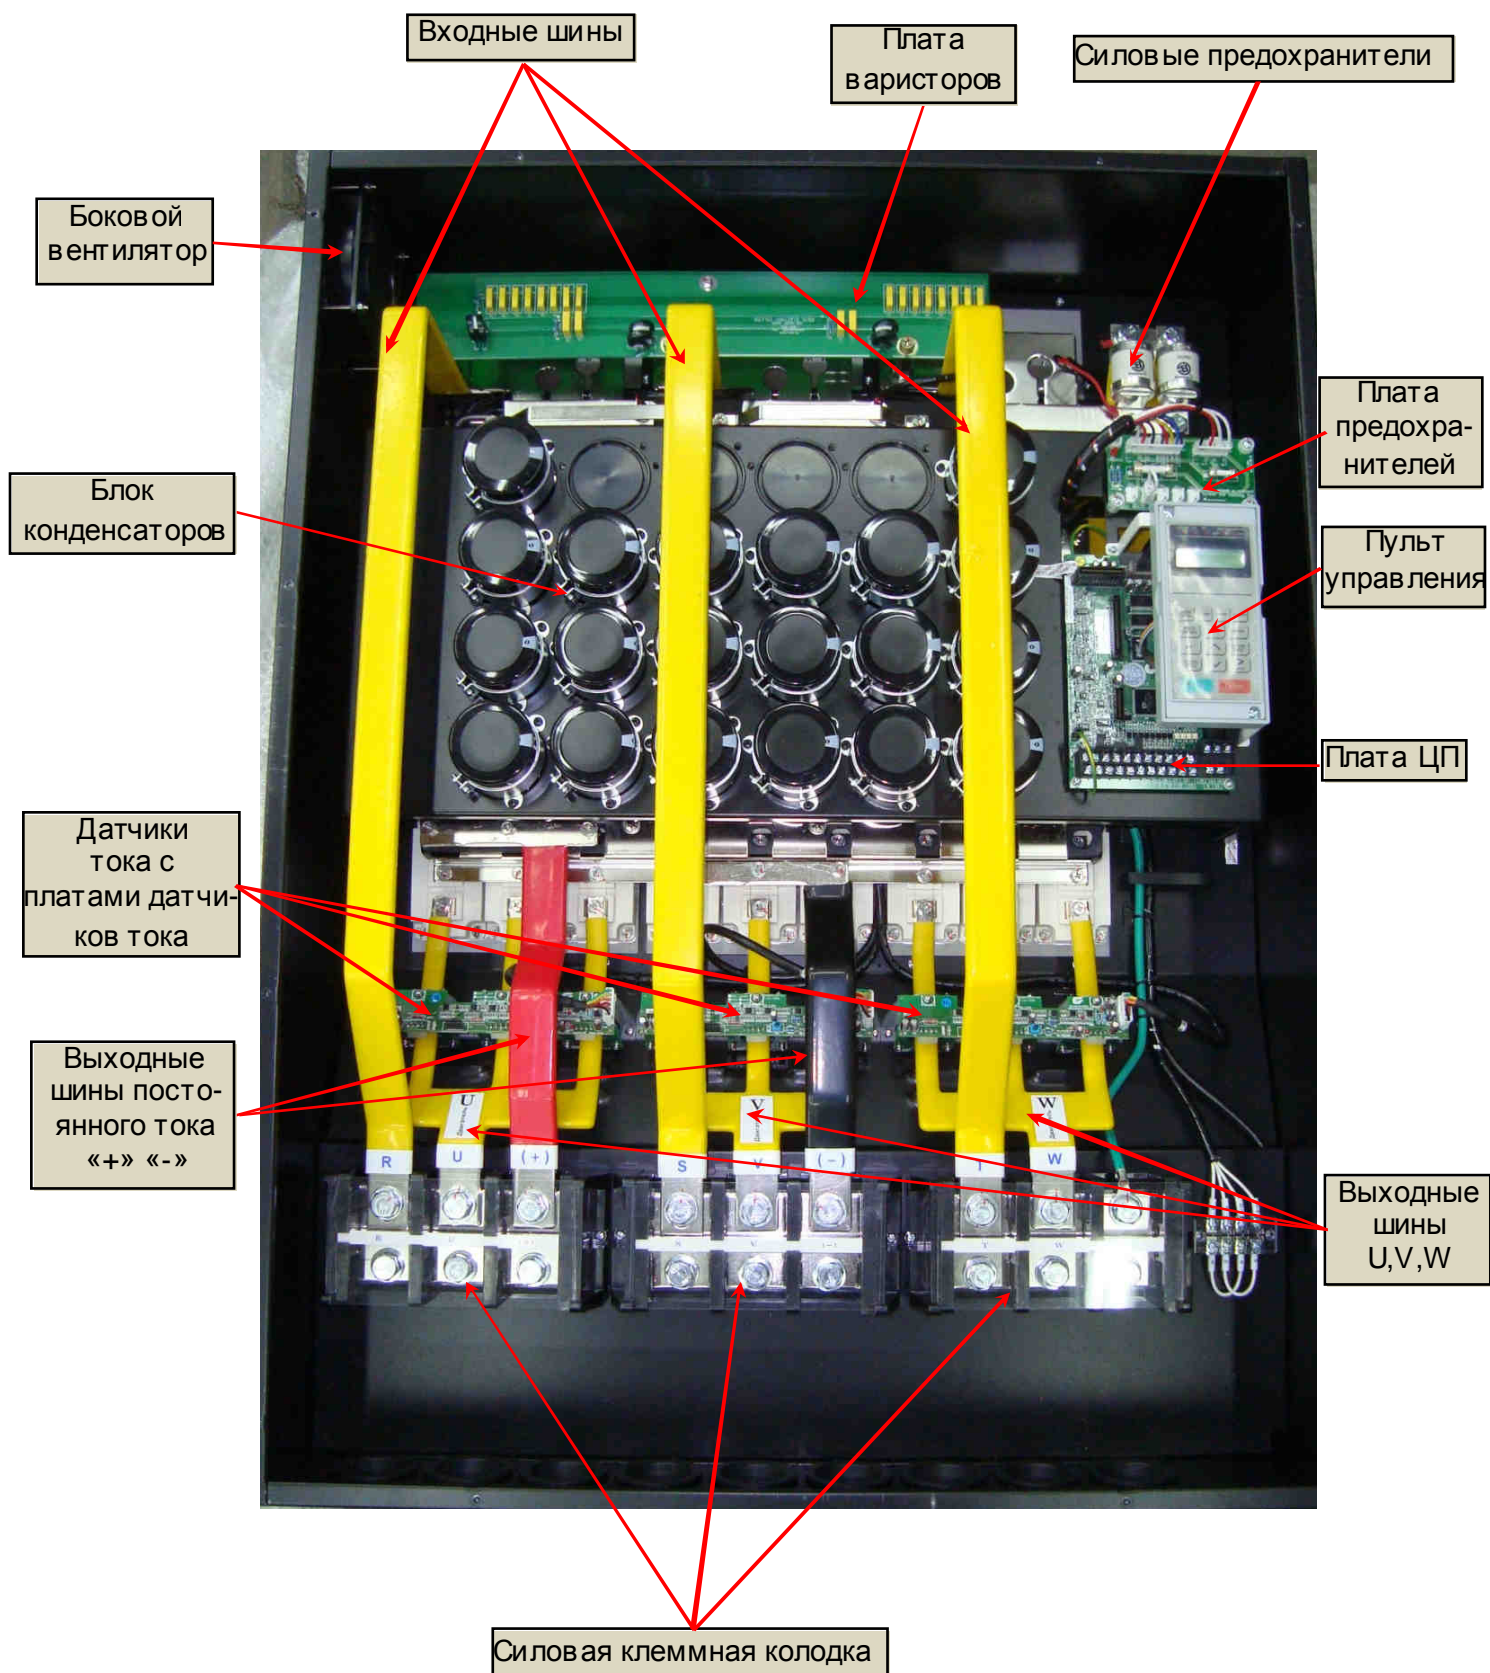

Рис. 4.3.
4.5.1. Общий вид преобразователей частоты ЕІ-9011-250Н, -300Н со снятой верхней крышкой и расположение элементов внутри ПЧ представлены на рис. 4.3.